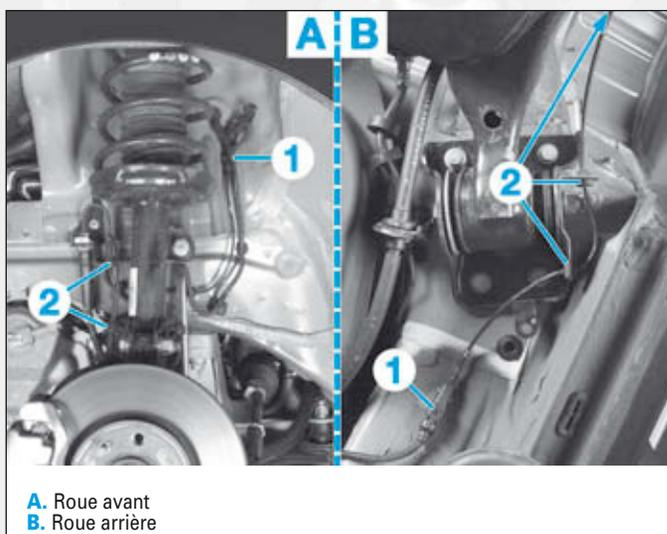

FIG.29
- le connecteur (1) (Fig.29),
- Dégager le faisceau électrique en (2) de leurs supports.